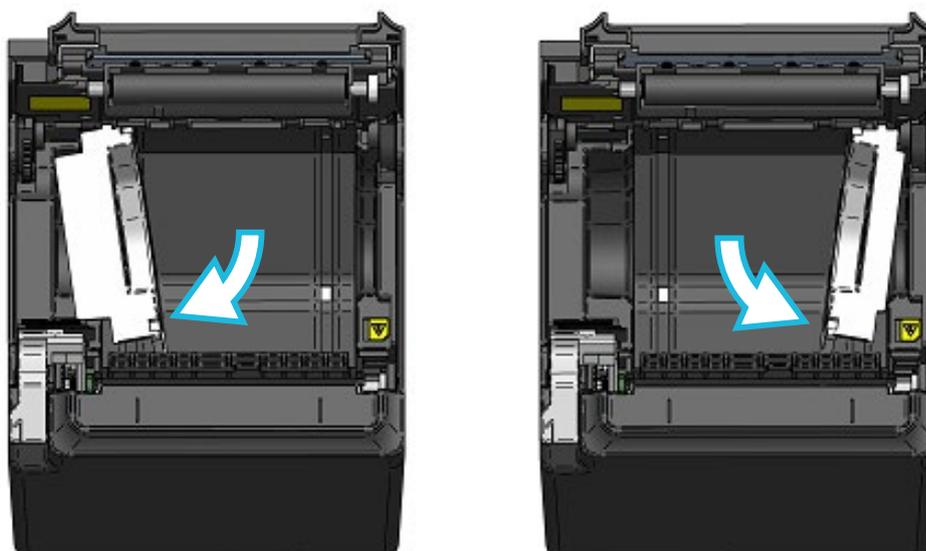

Figura 14-2 Installazione della piastra divisoria (2)
- (4) Ruotare le piastre divisorie L e R all'interno del supporto della carta nella direzione della freccia (Figura 14-2) finché le superfici del supporto della carta e quella della piastra divisoria sono parallele.